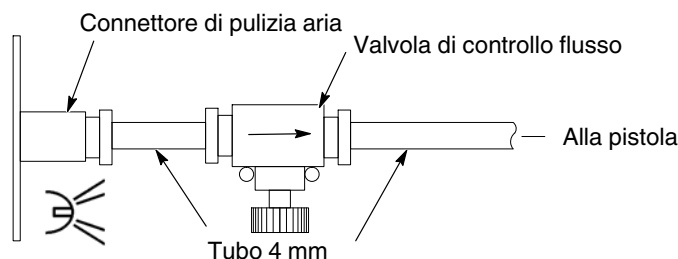

Figura 3-13 Collegamento della valvola di controllo flusso e del tubo di pulizia aria
6. Vedi figura 3-13. Collegare il tubo trasparente da 4 mm e la valvola di controllo flusso fornita con il sistema al connettore pulizia aria sul pannello posteriore come illustrato. La valvola di controllo flusso si può posizionare dove si desidera. Tagliare a squadra le estremità del tubo con l'apposita taglierina.